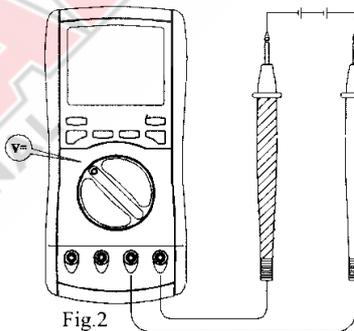

Fig.2
2. Измерение постоянного напряжения (DCV) (Fig.2)